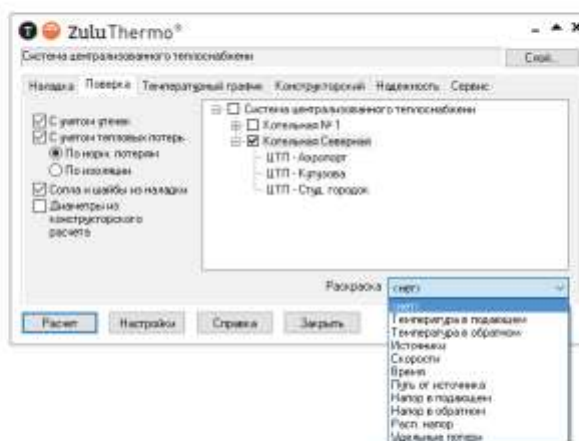

Рисунок 22.1. Раскраска с помощью встроенных фильтров
1. После успешного проведения расчета, в окне Теплогидравлические расчеты в строке Раскраска нажать кнопку . В выпавшем меню выбрать параметр, в зависимости от которого нужно произвести раскраску сети. (смотрите Рисунок 22.1, «Раскраска с помощью встроенных фильтров»)